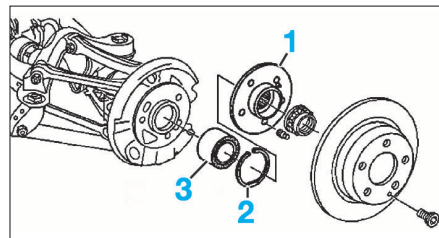

FIG. 25
- Extraire à l'aide d'un extracteur approprié le moyeu (1) (Fig.25).
- Déposer le circlips (2).
- Extraire du porte moyeu le roulement (3) à l'aide d'un extracteur approprié.